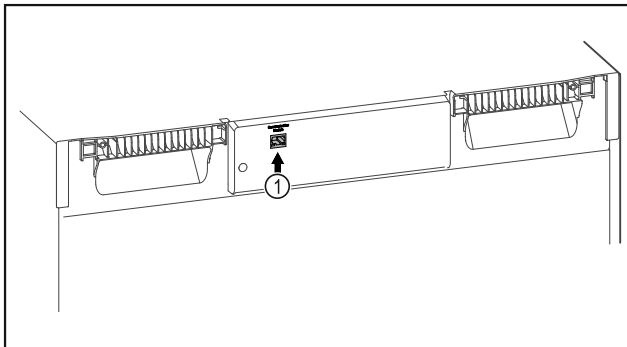

Fig. 99
- SmartModule Fig. 99 (1) 已使用。